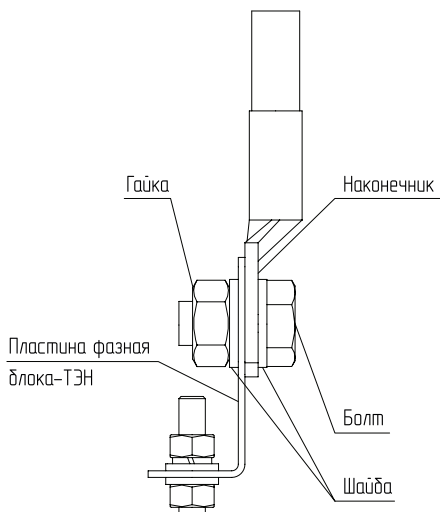

Рис.6 Присоединение проводов к выводам блок ТЭН
- При замене блок ТЭН присоединение фазных проводов к выводам блок ТЭН производить согласно **Рис.6**. Сечение кабеля указано в **Таб.1, Таб.2**;
- Провод нейтраль «N» подключить на перемычку блока ТЭН (**Рис.6**).